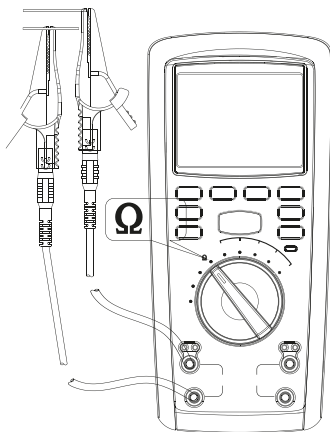

Рис. 5 Измерение малых сопротивлений
8.3 Измерение малых сопротивлений (см. рис. 5)